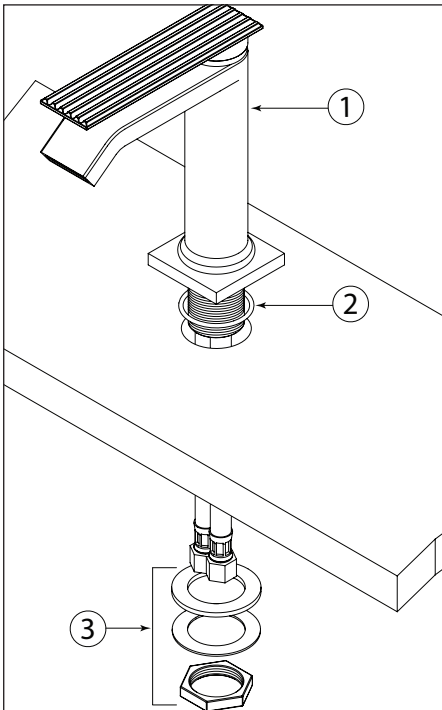

Fig.1
Place the rubber ring (2) against the faucet body. Insert the faucet (1) into the hole (Ø 1-3/8") of the basin or countertop as shown (fig. 1). Secure with the mounting kit (3).
Placez la bague en caoutchouc (2) contre le bec. Insérer le robinet (1) dans le trou (Ø 1-3/8") du lavabo ou du comptoir qu'illustré (Fig. 1). Fixer le robinet avec les pièces d'assemblage (3).